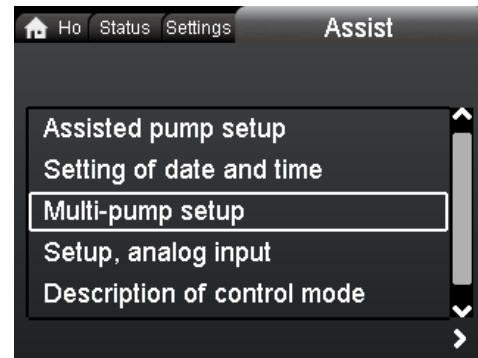

Рис. 43 "Multi-pump setup"
5. Соедините головные части насоса посредством окна дисплея ведущей головной части насоса, которая обозначена символом "I". Перейдите в меню "Assist" (дополнительные настройки) и выберите "Multi-pump setup" (настройка нескольких насосов). См. рис. 43.